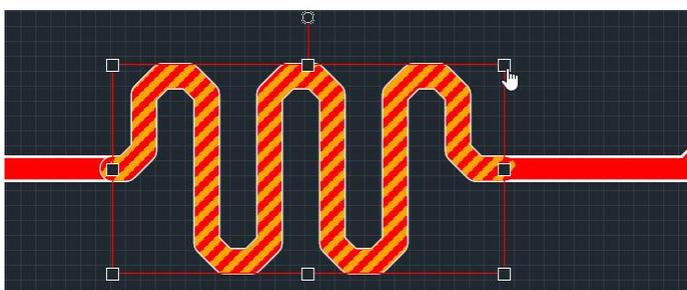

Рис. 276 Точки редактирования области размещения меандра
2. Наведите курсор на одну из шести точек редактирования, ограничивающих область размещения меандра, при этом вид курсора должен измениться, см. Рис. 276.